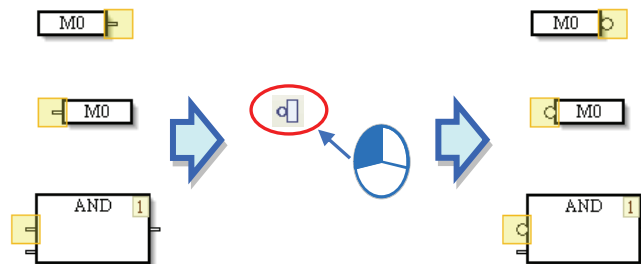

图 12-18 反相
- (1) 若需要将输入或输出的状态取反相时，使用鼠标点选节点、逻辑闸、功能块、指令等等对象的接脚，使之成为被选取的状态，再按下图示工具栏或是右键快捷选单的「反相」按钮，便可使之进行状态的反相。如图 12-18。若选取反相的接脚再次按下反相按钮后，便取消反相的设定。